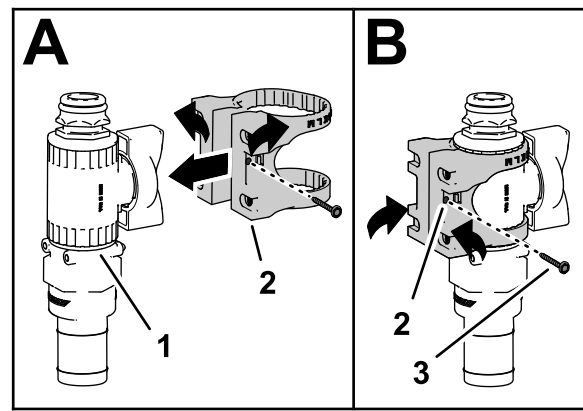

Bild 37
6. Befestigen Sie die Ventilhalterung an ein gerades Regelventil, wie in A in **Bild 37** dargestellt.
7. Befestigen Sie die Ventilbefestigung mit dem Bundbolzen (Gr. 6) am Regelventil und ziehen ihn mit der Hand an (B in **Bild 37**).